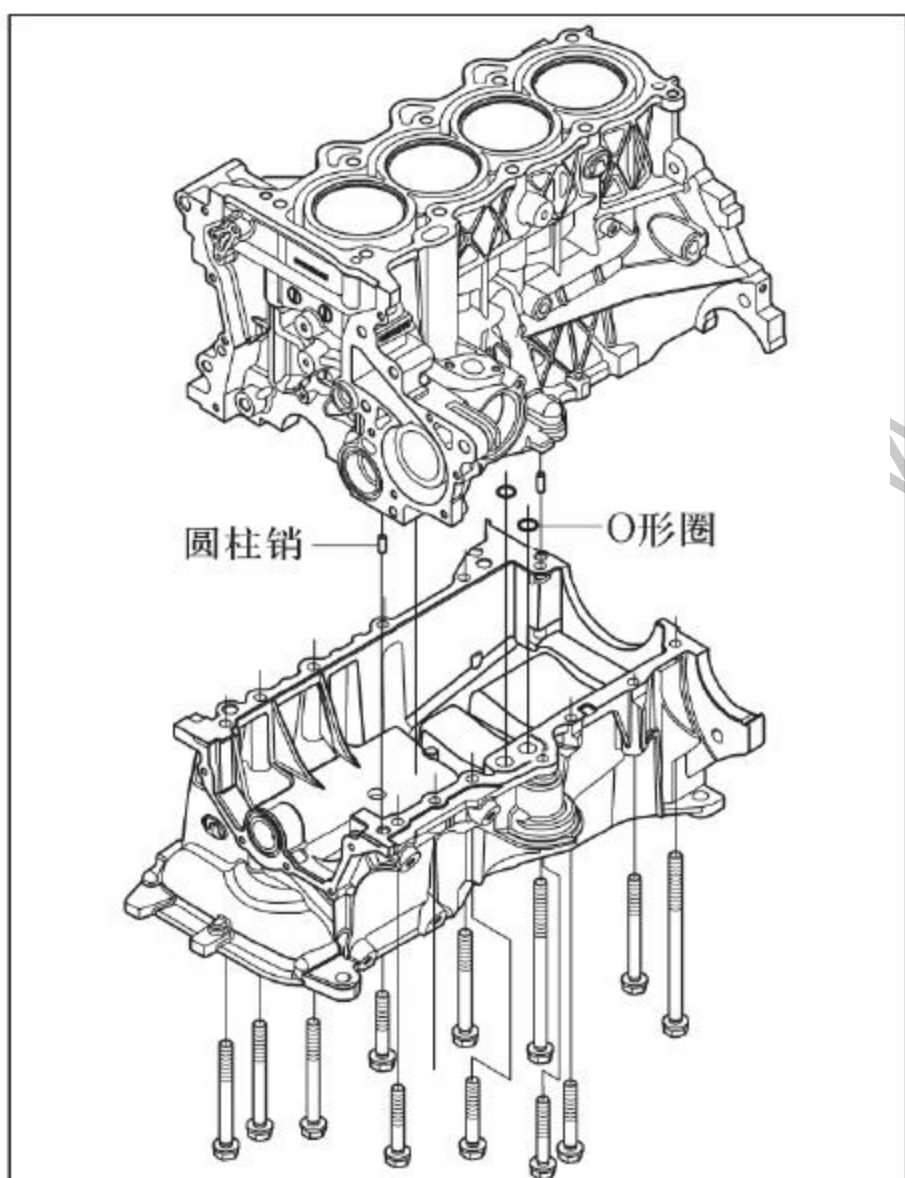

图12-4-7 安装下缸体
(2) 下缸体与上缸体总成结合面涂乐泰5699平面密封胶(SSM)。胶线直径约2.5mm，要求胶线连续。安装下缸体时，用上缸体总成的2个定位销进行定位，如图12-4-7所示。